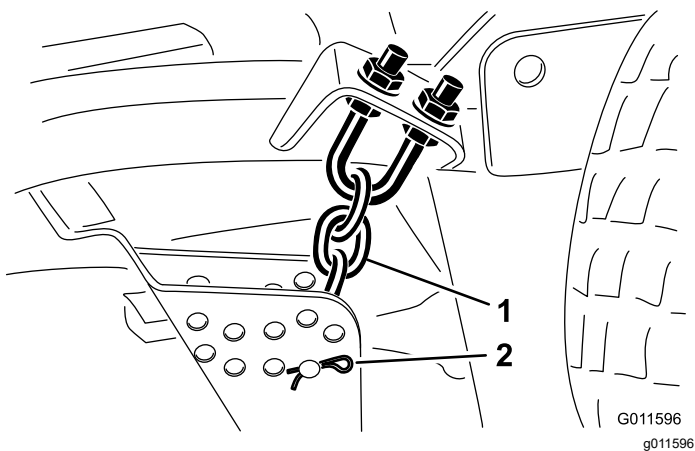

Bild 22
- Entfernen Sie den Splint und den Lastösenbolzen, mit denen die Schnitthöhenkette an der Rückseite des Mähwerks befestigt ist (Bild 22).